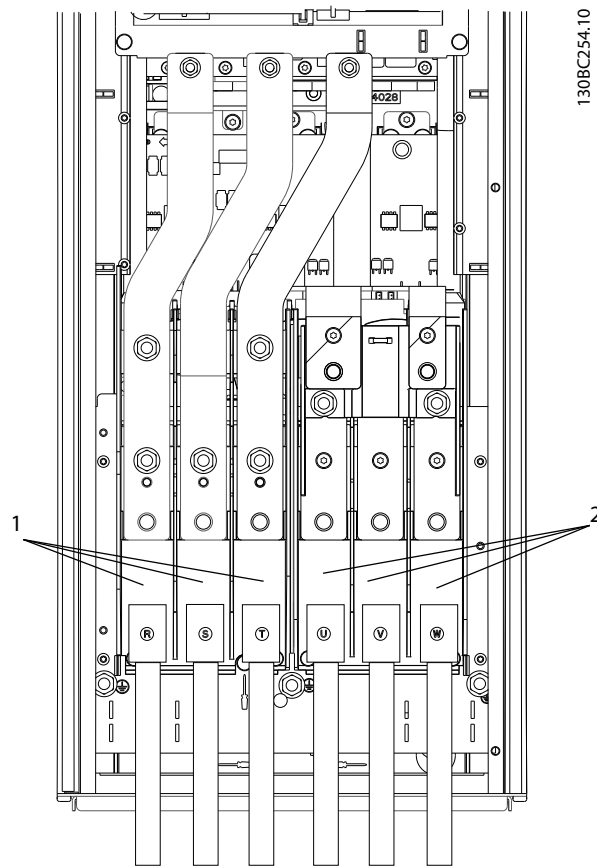

图 2.11 连接到交流主电源
- 将三相交流输入功率线路连接至端子 L1、L2、L3 (请参阅 图 2.11)。